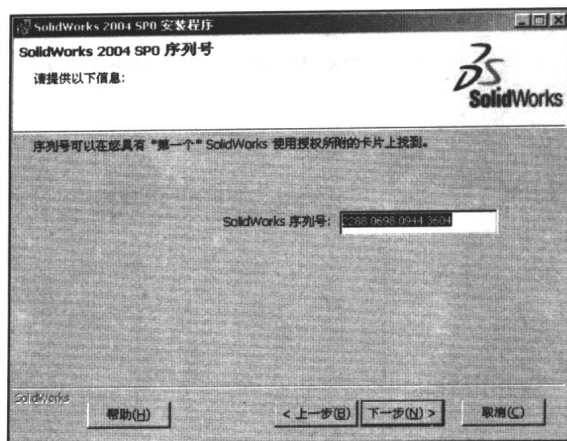

图 1-4 “SolidWorks2004 SP0 序列号”对话框
(4) 在“SolidWorks 2004 SP0 安装位置”对话框中指定 SolidWorks 2004 要安装的位置。如果所指定的磁盘剩余空间不足, 系统会报告没有足够的磁盘空间可供当前选定的功能使用, 需要重新选择要安装的磁盘。单击“下一步”按钮继续。
(5) 在弹出的“SolidWorks 2004 SP0 序列号”对话框中输入 SolidWorks 2004 的序列号, 如图 1-4 所示。序列号可以在具有“第一个”SolidWorks 使用授权所用的卡片上找到。单击“下一步”按钮继续。